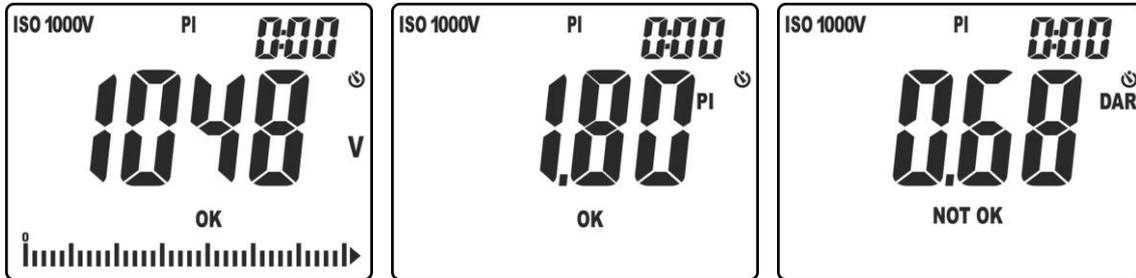

Fig. 24: Risultati della misura di PI e DAR
10. Premere i tasti  $\blacktriangledown/\text{lightbulb}$  o  $\blacktriangle/\text{ZERO}$  per visualizzare la tensione reale applicata, il valore del parametro PI o il valore del parametro DAR (vedere Fig. 24)